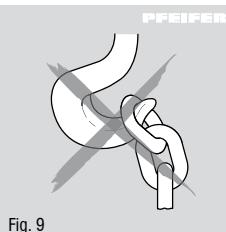

Fig. 9
Mettre le levier d'inversion en position de levage (auf/up) et le laisser s'enclencher. Effectuer des mouvements de pompage à l'aide du levier manuel. Lorsque l'engin de levage est sous charge sans être utilisé, le levier d'inversion doit demeurer en position Soulever (auf/up). Toujours accrocher la charge au milieu du crochet. Ne pas accrocher la charge sur la pointe du crochet (Fig. 9).
- Ne pas accrocher la charge sur la pointe du crochet (Fig. 9).